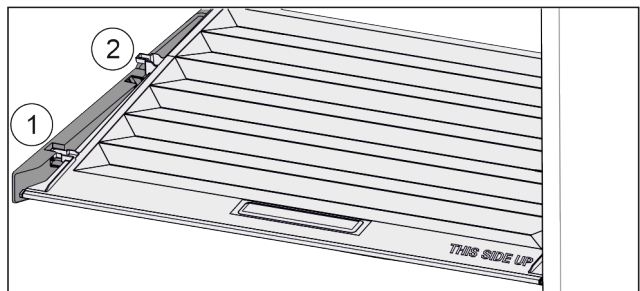

Fig. 58
- ▶ Издърпайте напред Fig. 58 (1) капака до отвора в задържащите части.
- ▶ Повдигнете го отзад отдолу и отстранете Fig. 58 (2) нагоре.